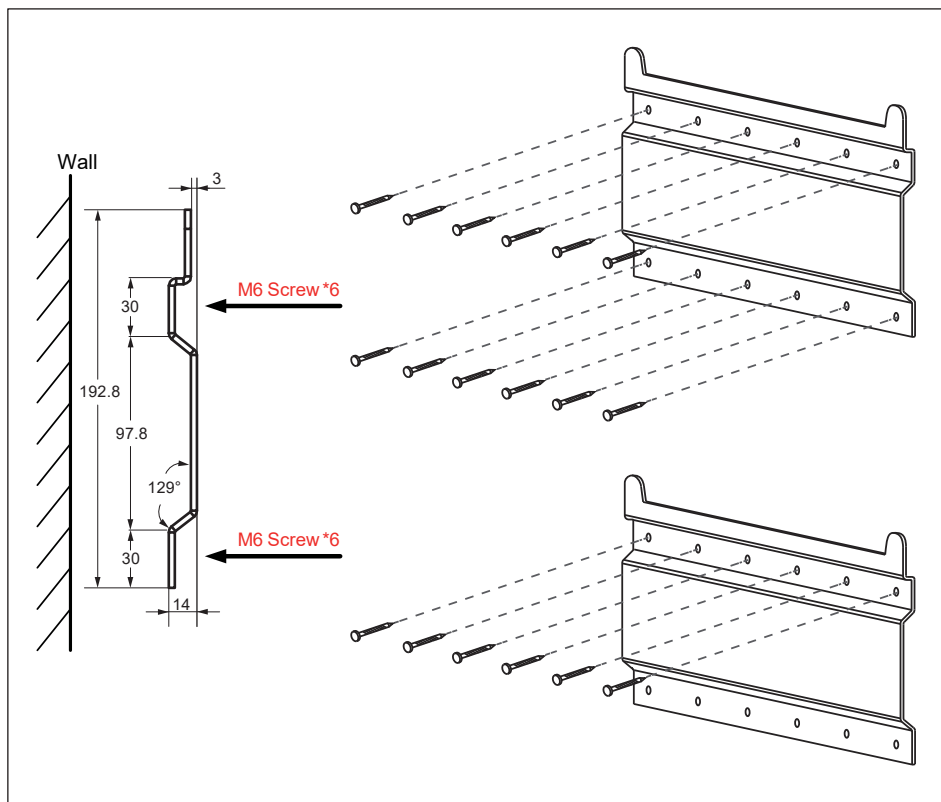

图3-3 : 以螺丝固定壁挂板
- 1.使用12颗M6螺丝将壁挂板锁附于墙上。请参考图3-3。